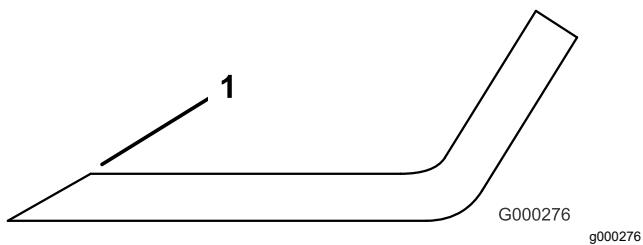

Figure 128
3. Examinez les tranchants de toutes les lames et aiguissez-les s'ils sont émoussés ou ébréchés (Figure 128).
Remarque: N'aiguisez que le haut du tranchant et conservez l'angle de coupe d'origine pour obtenir une coupe nette (Figure 128). Limez la même quantité de métal sur chacun des deux tranchants pour ne pas déséquilibrer la lame.